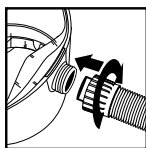

FIGURA 23
33. Vuelva a insertar la manguera dentro de la entrada y ajuste la tuerca de fijación. **FIGURA 23.**